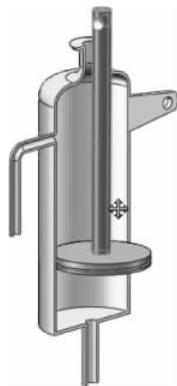

图 3-10 移动零部件
(2) 为了便于进行配合约束,移动活塞到接近缸体中间的位置,单击【装配体】工具栏中的 【移动零部件】下拉按钮 ,选择【移动零部件】或【旋转零部件】命令,此时鼠标指针变为图标 或 ,移动活塞到如图 3-10 所示的位置,单击【确定】按钮 .